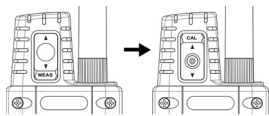

Figure 1
1. Mettez le capteur de CO2 en position "CAL" comme illustrée à la figure 1.